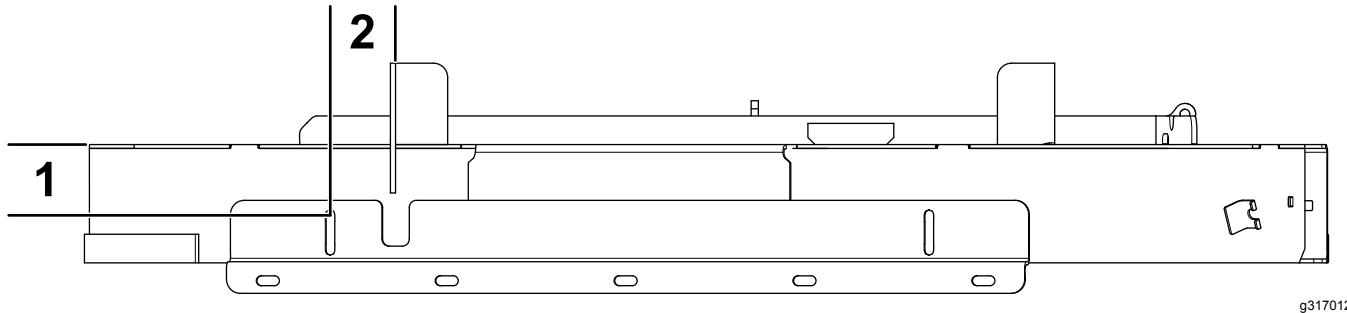

Figura 7
1. Usando la pletina de sujeción como plantilla, perfore 2 taladros (9/32") en la carcasa de corte usando las dimensiones indicadas en la Figura 7.